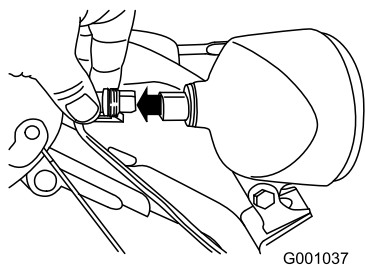

Figura 52
1. Retire el conector del cable de la parte trasera del faro (Figura 52).